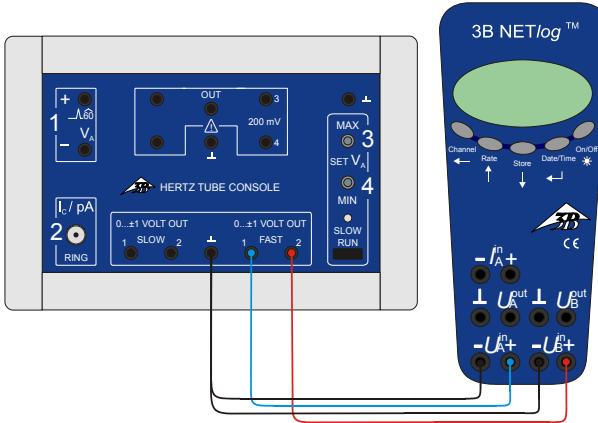

Fig. 2 Raccordement de l'interface 3B NETlog™ à l'unité de commande pour tubes à potentiels critiques
- Raccordez la sortie Fast 1 de l'unité de commande à l'entrée A et la sortie Fast 2 à l'entrée B de l'interface 3B NETlog™. (voir Fig. 2)